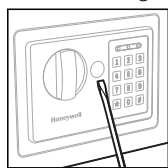

Figura 1
1. Retire la cubierta de la llave de acceso manual con un destornillador pequeño (figura 1).